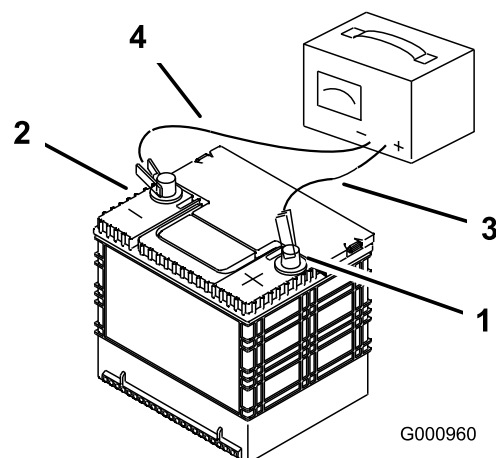

Figure 47
- Quand la batterie est chargée au maximum, débranchez le chargeur de la prise, puis débranchez les fils du chargeur des bornes de la batterie (Figure 47).